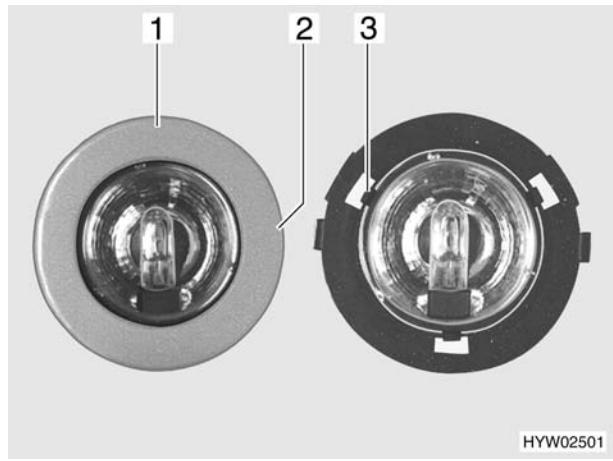

Fig. 211 Lampada alogena
- Girare lentamente il diaframma (Fig. 211,1) finché il nasello (Fig. 211,2) dell'involucro non si arresta a scatto nella scanalatura sottostante del diaframma.
- 3 griffe (Fig. 211,3) tengono ferma la lastra di vetro della lampada alogena nell'involucro.